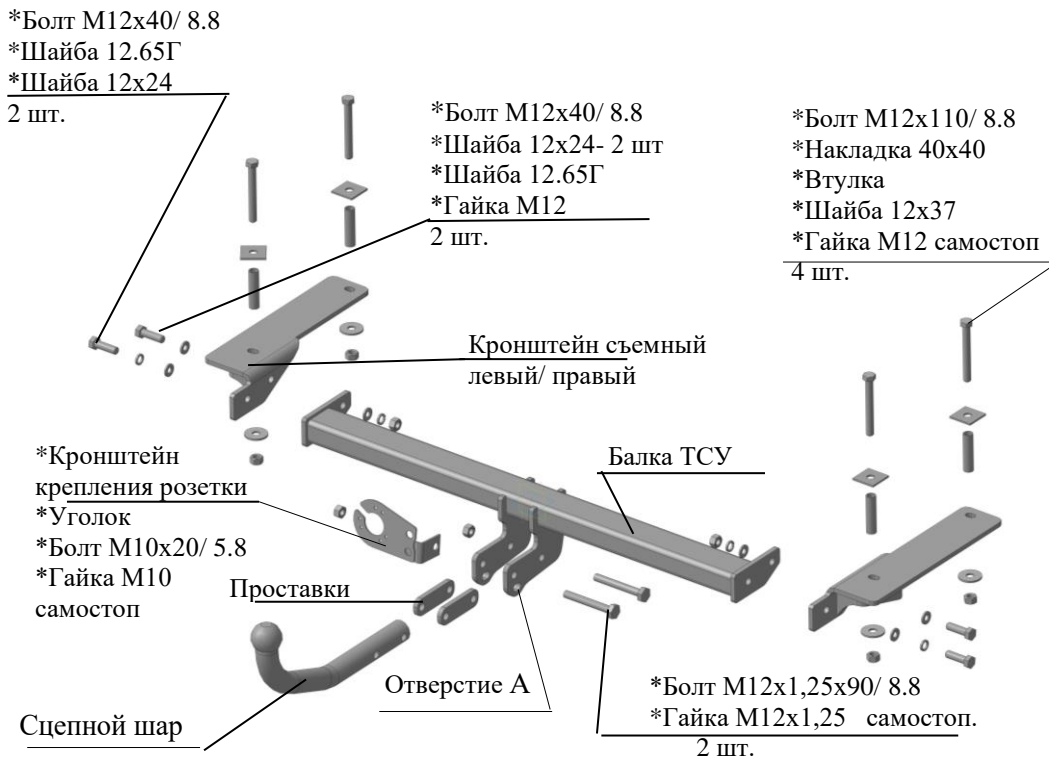

Рис.1 Тягово-сцепное устройство ТСУ 8211.
2.1 ТСУ 8211 в сборе (рис.1)	1 шт.
2.2 Пакет с комплектующими (см. рис.1)+защитный колпак	1+1 шт.
4.2 Рассверлить штатное заднее отверстие в левом лонжероне до 13 мм, используя боковой левый съемный кронштейн как кондуктор, со стороны багажного отделения рассверлить соответствующее отверстие до 17 мм. Со стороны багажного отделения вставить втулку в лонжерон, закрепить соответственно рис.1, не затягивая крепеж. Рассверлить переднее отверстие до 13 мм, вставить втулку снизу со стороны лонжерона и закрепить соответственно рис.1. Крепеж не затягивать.
4.5 Установить балку ТСУ к боковым съемным кронштейнам используя крепеж соответственно рис.1